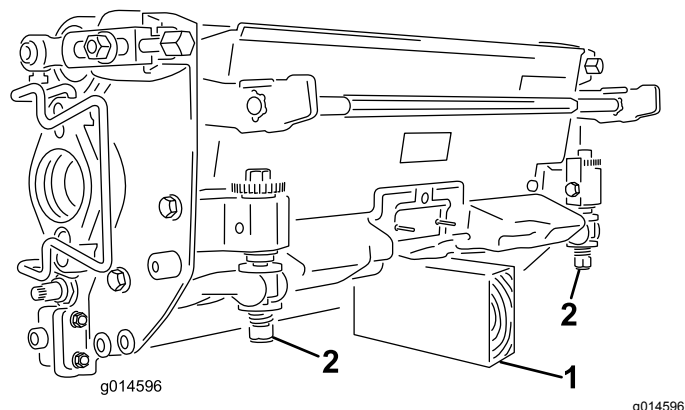

Figura 27
**Importante:** Quando occorre inclinare l'elemento di taglio, sostenete la parte posteriore dell'elemento per garantire che i dadi sulle viti di regolazione della barra di appoggio non poggino sul piano di lavoro (Figura 27).